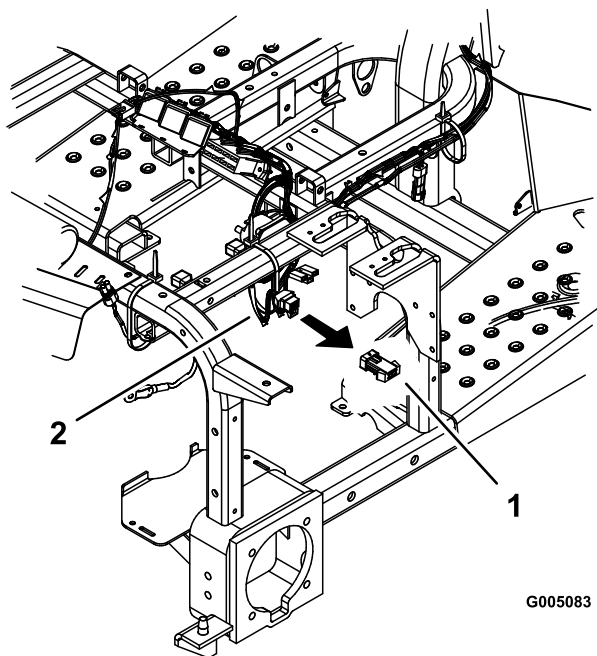

Figura 33
5. Retire o fio do jumper da cablagem principal sob o painel de controlo (Figura 33).